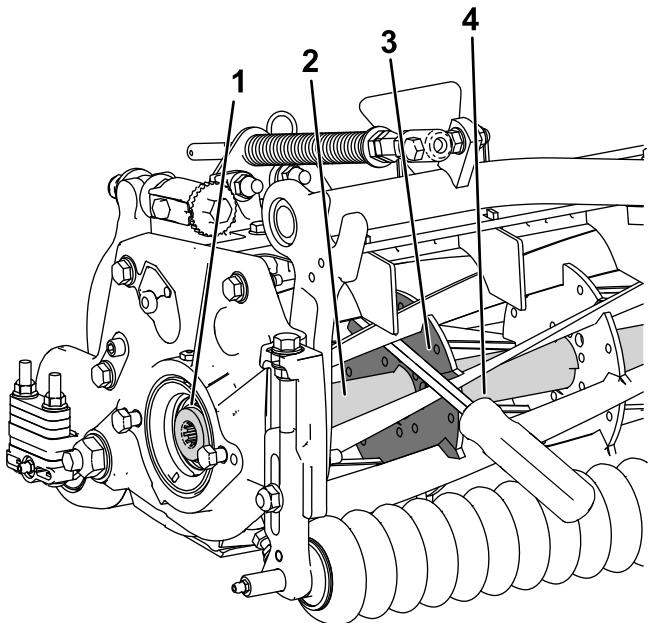

Figura 43
1. Introduzca una palanca de mango largo (se recomienda una palanca de $\frac{3}{8}$ " x 12" con mango de destornillador) a través de la parte delantera del molinete de corte, junto al lado de la unidad de corte a apretar (Figura 43).
2. Coloque la palanca contra la parte soldada del refuerzo del molinete de corte interno (Figura 43).